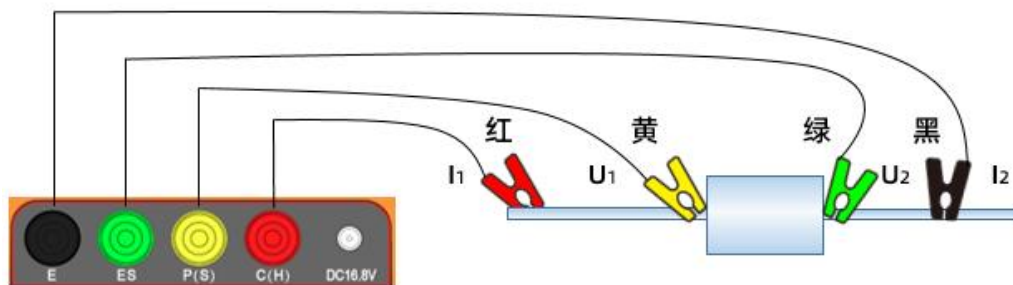

图 13 交流电阻测试接线示意图
- 1) 按照图 13 所示进行接线，交流电阻采用四线制进行测量，E 接口为电流参考负 (I-)，ES 接口为电压参考负 (U-)，P(S)为电压参考正 (U+)，C(H)为电流参考正 (I+)；